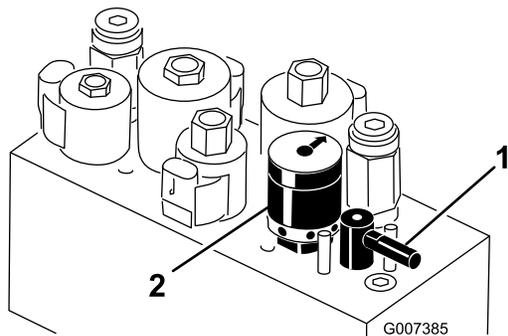

Figure 57
- Tournez le levier de rodage à la position « R » (Figure 57).
- Tournez la commande de vitesse des cylindres à la position 1 (Figure 57).